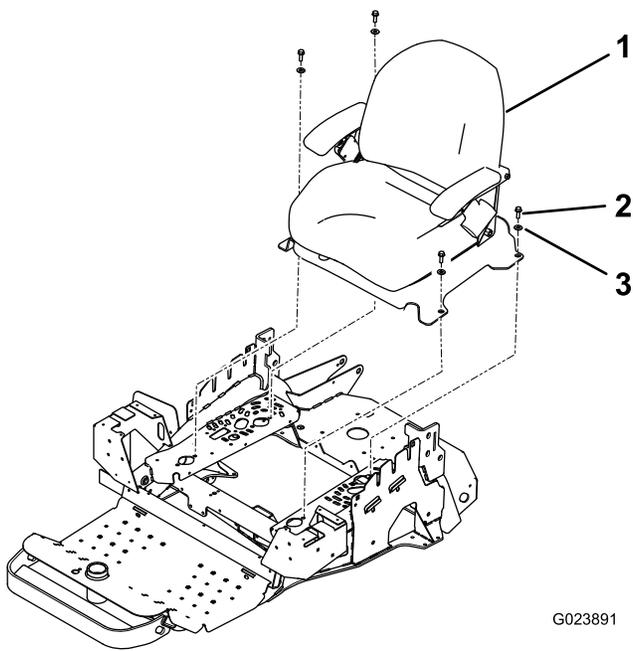

Figura 4
4. Retire las 4 fijaciones que sujetan la placa de apoyo del asiento a la unidad de tracción (Figura 4).